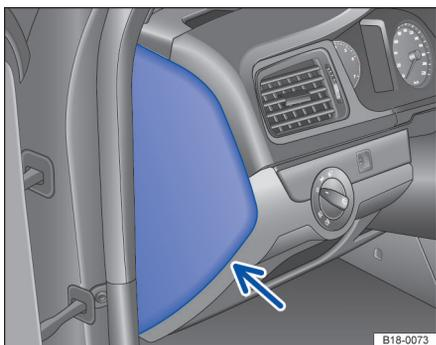

图 197 仪表板的左侧：保险丝盒的盖板
- 将平头物品插入凹槽⇒图 197 中（箭头），然后小心地撬下盖板。